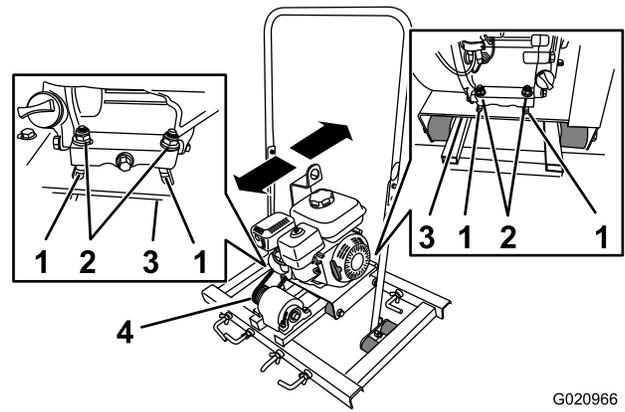

Figure 39
3. Desserrez les boulons et écrous qui fixent le moteur au plancher moteur (Figure 39).
- Éloignez le moteur de la poulie d'excentrique pour **réduire** l'écartement entre la courroie et le cône coulissant (Figure 39).
- Rapprochez le moteur de la poulie d'excentrique pour **accroître** l'écartement entre la courroie et le cône coulissant (Figure 39).